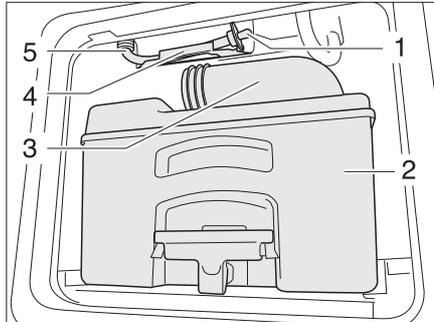

Bild 281 Ablaufschlauch Wassertank Toilette
- Kassette (Bild 281,2) an einer dafür zugelassenen Entsorgungsstelle entleeren und reinigen.
- Den Entleerungsstutzen (Bild 281,3) offen lassen.
- Ablaufschlauch (Bild 281,5) aus der Halterung (Bild 281,4) nehmen.
- Den Ablaufstößel (Bild 281,1) entfernen und Restwasser ausfließen lassen.